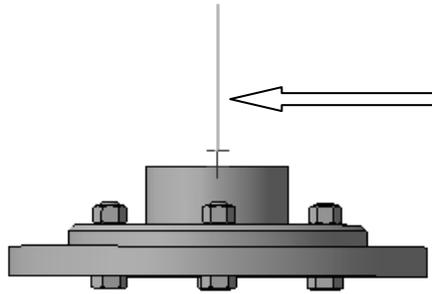

Рис.14.23. Ломаная № 2
2.3. Постройте ломаную № 2, рис.14.23 — траекторию прямолинейного движения гаек в процессе удаления (соответствует шагу № 3, табл. 14.2). **Расстояние** — 100.